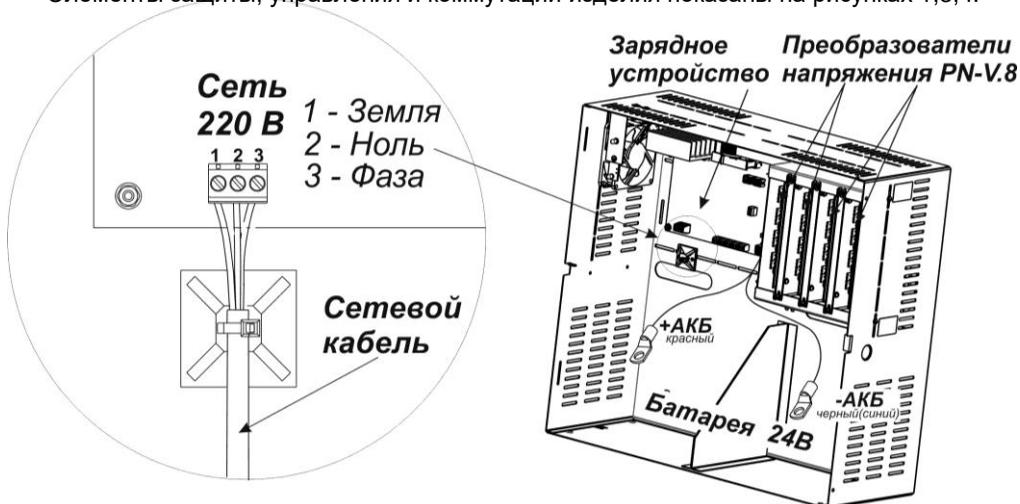

Рисунок 1 - Внешний вид изделия с открытой крышкой, подключение сетевых проводов и провода заземления
- подключите, соблюдая фазировку, сетевые провода к соответствующим клеммам колодки «СЕТЬ» (см. рис. 1);